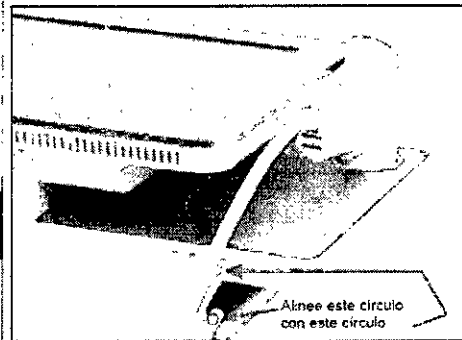

Figura 3-3: Aplicador en su base
1. Conecte el conector del cable del aplicador (A) al puerto de conexión del sistema (B):
- Otra manera de insertar correctamente el conector (A) es alinear el círculo simple o el círculo doble sobre el cable umbilical del aplicador con el círculo simple o el círculo sencillo impreso en la consola (consulte la Figura 3-3).
2. Para desconectar el aplicador, gire la anilla negra (C) en sentido contrario a las agujas del reloj (en la dirección de la flecha) hasta que se suelte y a continuación tire del conector.
3. Coloque el aplicador en su base (consulte la Figura 3-3).